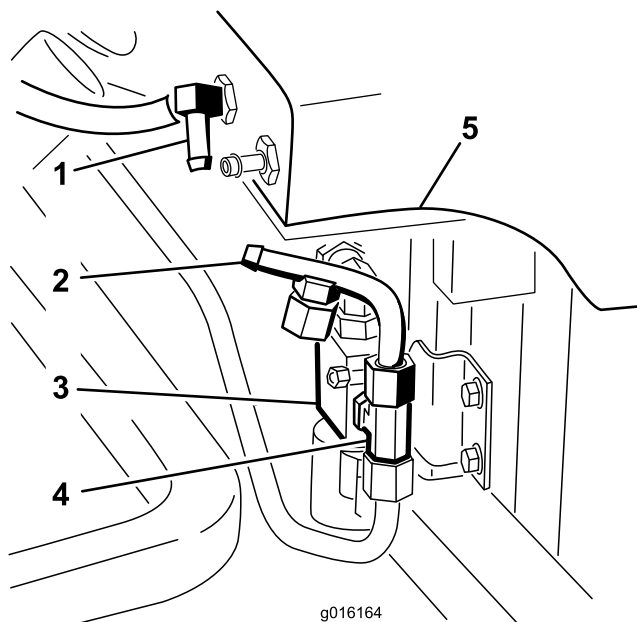

Figura 24
3. Conecte el tubo hidráulico N° 4 al acoplamiento en T montado en el lateral de la válvula (Figura 24).